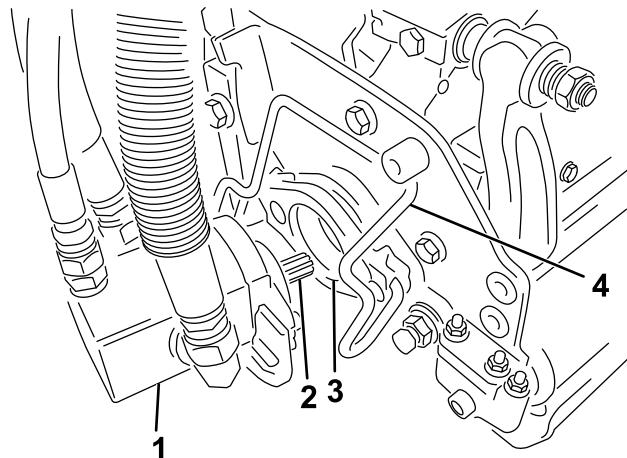

Figura 31
5. Revista o veio estriado do motor da unidade de corte com massa lubrificante limpa (Figura 31).
6. Insira o motor no lado esquerdo da unidade de corte (visto da posição do operador) e empurre a barra de retenção do motor na unidade de corte na direção do motor até ouvir um “clique” de ambos os lados do motor (Figura 31).